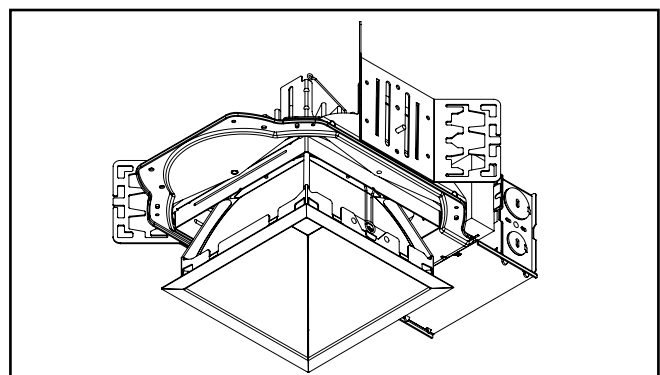

Figure 9.
10. Installez le moteur lumineux à DEL et l'assemblage de la garniture en insérant les ressorts de torsion dans les récepteurs en spirale qui se trouvent à l'intérieur du boîtier (Figure 9).
1. Retirez l'assemblage de la garniture du boîtier (Figure 9).